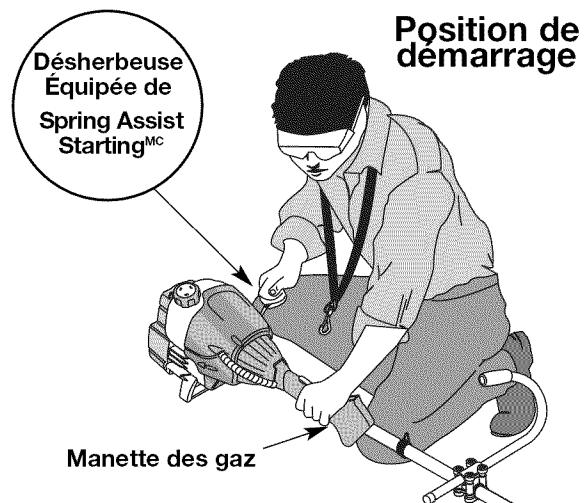

Fig. 21
AVERTISSEMENT : évitez tout démarrage accidentel. Tenez-vous en position de démarrage lorsque vous tirez sur la corde de démarrage (Fig. 21). L'opérateur et l'appareil doivent tous deux être en position stable pour éviter des blessures graves.
4. Accroupissez-vous en position de démarrage (Fig. 21), pressez la déverrouilleur de manette des gaz et la manette des gaz et tirez le cordon de démarrage d'un **mouvement contrôlé et ferme** à 5 reprises.